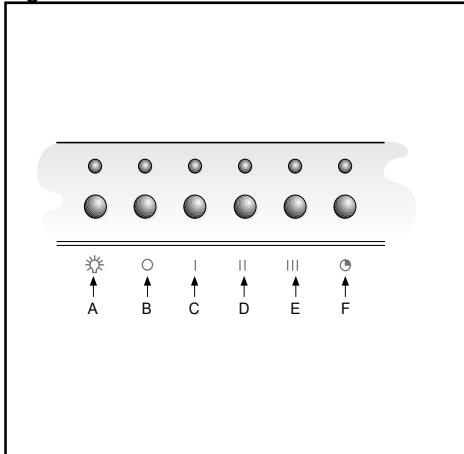

Fig.7
• **COMMANDES:** (Fig. 7) **ÉLECTRONIQUES** le symbole sont le suivant:
• Saturation filtres anti-gras/charbon actif Fig.7